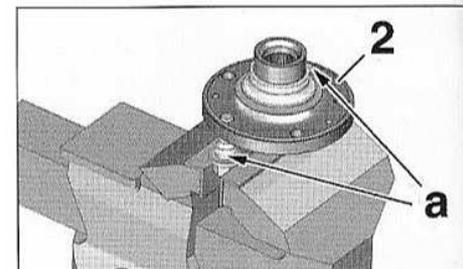

FIG.26
- Reposer deux vis de roue (a) sur le moyeu (2) et le placer dans l'étau, en prenant appui sur les plats des tête des vis (Fig.26).